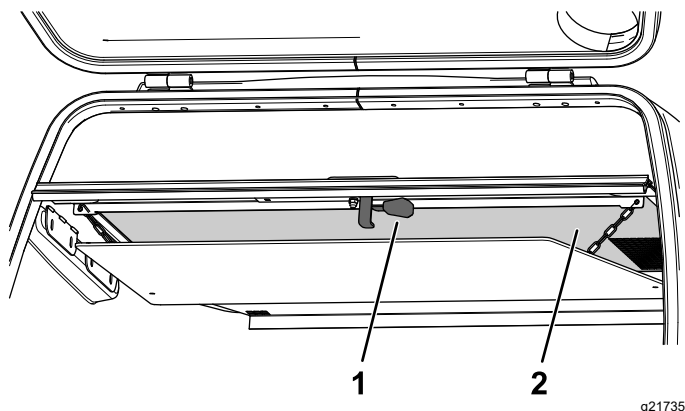

Figure 138
2. Tirez vers le bas le levier de déblocage situé au bas du filtre de la trémie (Figure 138).